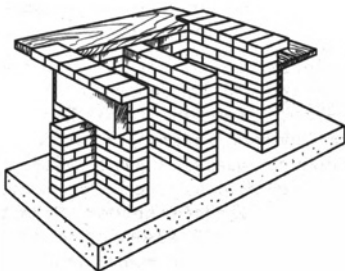
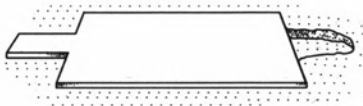

Рис. 84. Гриль (вариант 8)
Рис. 85. Форма фундамента под гриль
Предлагаемый вашему вниманию гриль (рис. 84) лишен некоторых недостатков, которыми грешат подобные конструкции, в частности они нередко дымят, создавая повару проблемы.
1. Начните строительство с заложения фундамента: снимите дерн, выкопайте котлован глубиной 25 см (остальные размеры указаны на рис. 84), обсыпьте его песком, выровняйте, окружите опалубкой и залейте плиту, которая в готовом виде должна немного выступать над уровнем земли. Обратите внимание на то, что фундамент (рис. 85) имеет нестандартную форму.